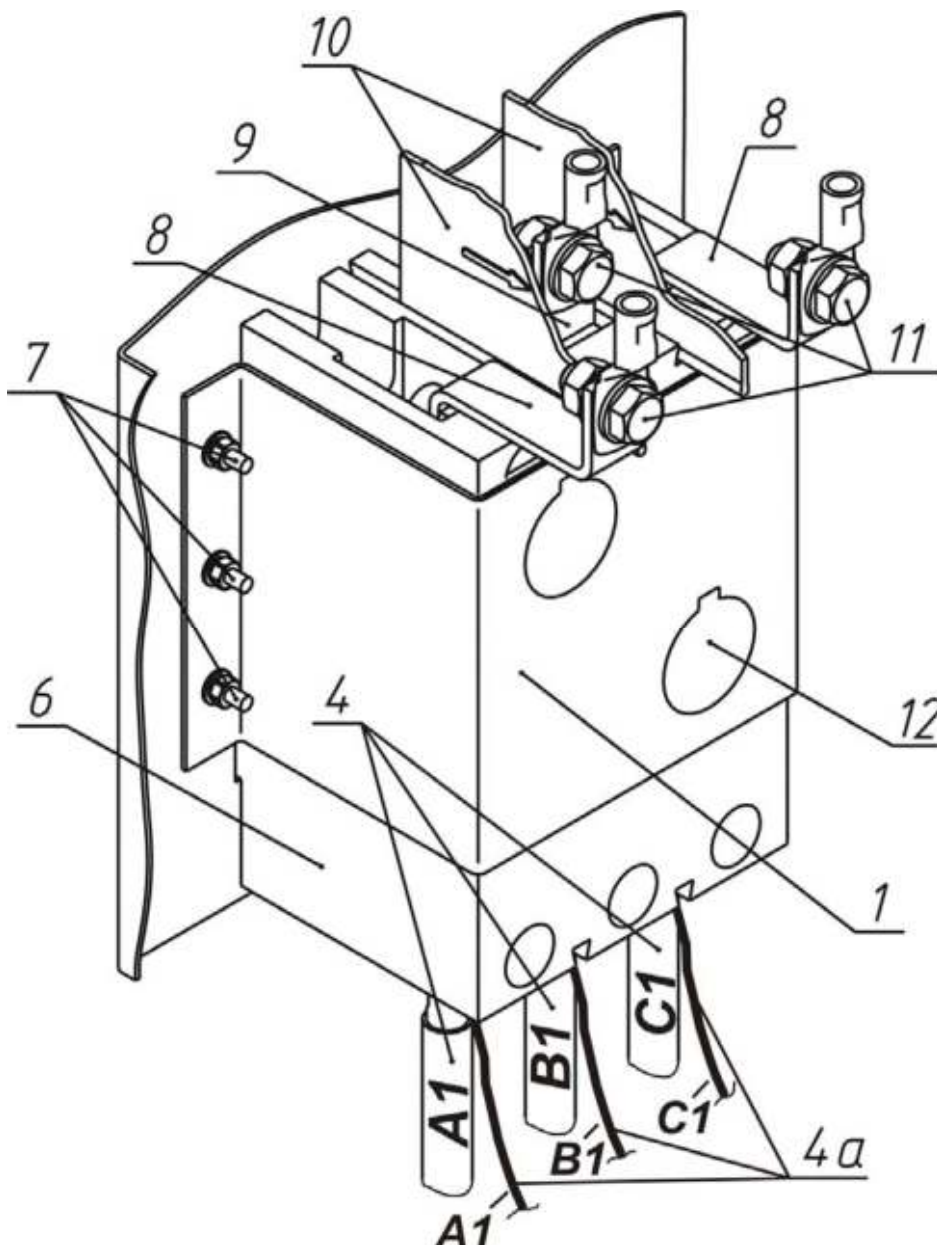

Рис.2
- установить на выключатель автоматический поз.6 две шины поз.8 и шину поз.9 как показано на рис. 2 при помощи крепежных деталей, входящих в комплект выключателя;
- подключить кабели A1, B1 и C1 (поз.4 рис.2) и провода жгута A1, B1, C1 (поз.4a рис.2) к контактам 2, 4 и 6 выключателя автоматического поз.6 соответственно при помощи крепежных деталей, входящих в комплект выключателя;
- установить две изоляционные пластины поз.10 в пазы выключателя автоматического поз.6 как показано на рис.2;